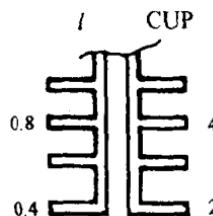

图 1-8
(3)加水。不同质的米，煮饭时吸水量也不同，需要凭煮饭经验灵活加水。有些电饭煲的内胆壁刻有放米和加水的刻度，如图 1-8 所示。刻度的左边以升为单位，即把量好